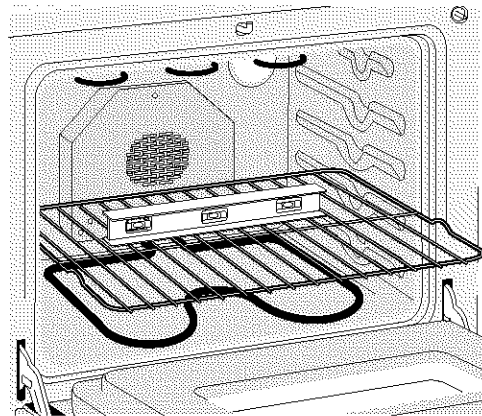

Figura 9
- Nivele la estufa. El piso donde la estufa se va a instalar tiene que estar nivelado** (Figura 9).